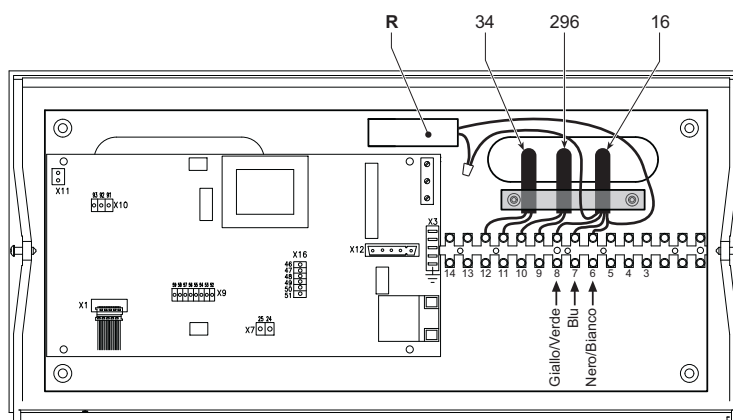

fig. 5 - Raccordement au bornier
3. Relier le câble ventilateur au bornier en respectant les couleurs indiquées sur fig. 5 et fixer le condensateur "R" avec le collier adhésif spécial.
4. Relier le câble du micro-interrupteur "C" aux bornes comme indiqué sur fig. 5.